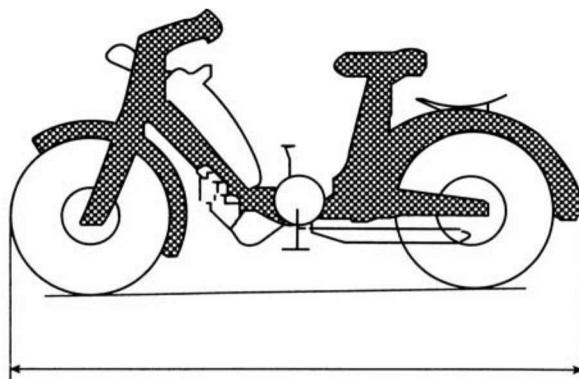

图 1-4 摩托车的长
(2) 长:垂直于纵向中心平面 Y 且分别与车辆前、后端相接触的两个铅垂面间的距离,如图 1-4 所示,单位为 mm。